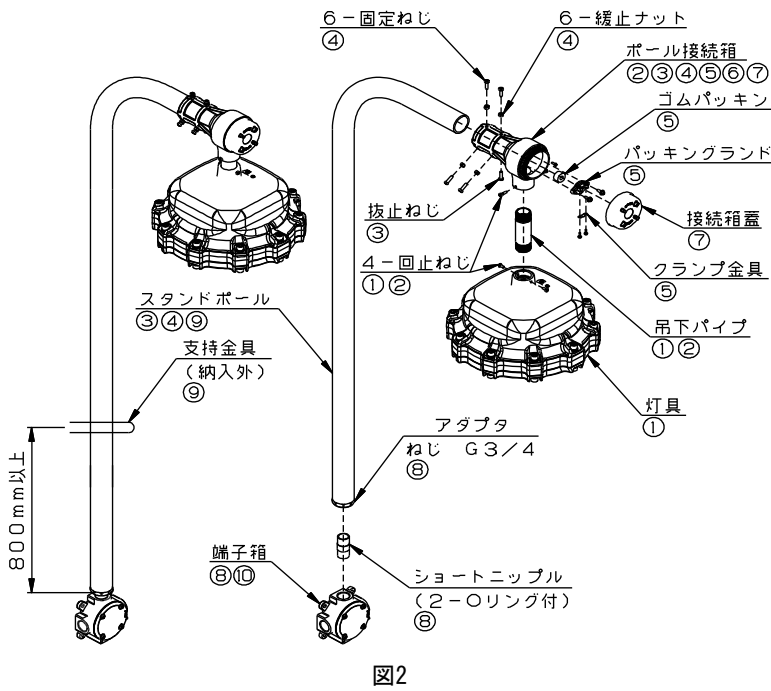

図2
■スタンド形、ポールB形・C形(図2: LZIB130851V2の例です)